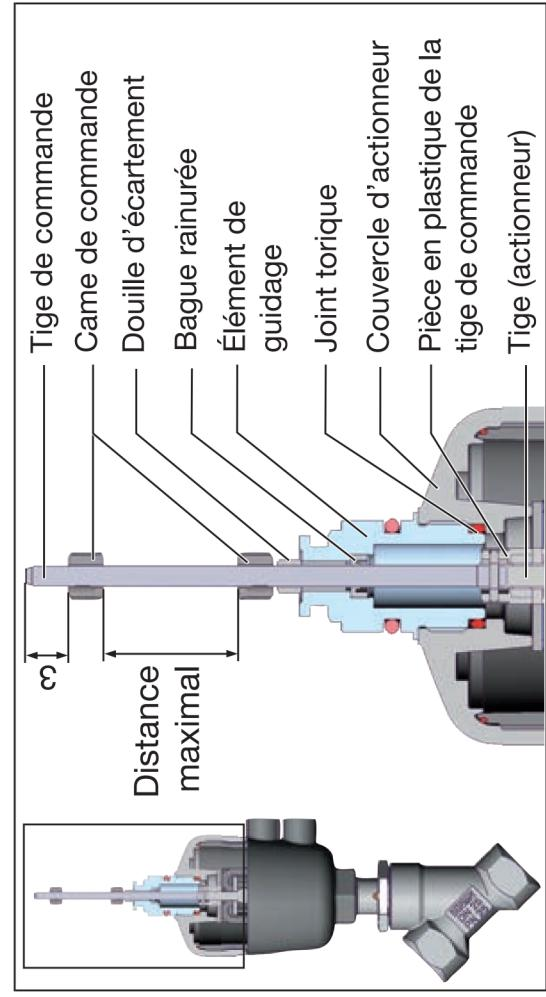

Fig. 11 : Montage de la tige de commande (2), série 20xx
- Enfoncer le joint torique vers le bas dans le couvercle de l'actuateur (voir « Fig. 11 »).
! S'assurer que la distance entre les deux cames de commande est maximale (voir « Fig. 11 »).